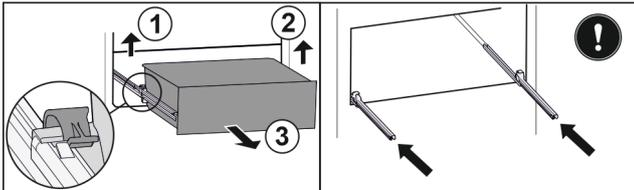

Fig. 90
- ▶ Sollevare il morsetto sinistro e allo stesso tempo tirare in avanti il cassetto sinistro. Fig. 90 (1)
- ▶ Sollevare il morsetto destro e allo stesso tempo tirare in avanti il cassetto destro. Fig. 90 (2)
- ▶ Rimuovere il cassetto tirandolo in avanti. Fig. 90 (3)